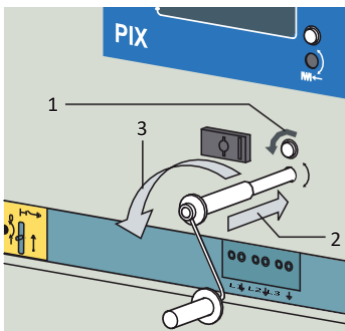
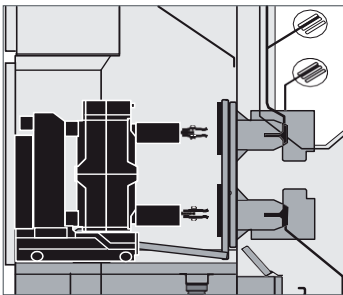

Fig. 10.25
Fig. 10.26
- Ouvrir le recouvrement (Fig. 10.25, 1) et enficher la manivelle (2).
- Tourner la manivelle dans le sens inverse des aiguilles d'une montre (3) jusqu'à ce que le tiroir soit débroché. Retirer la manivelle.
- Vérifier la position du tiroir (Fig. 10.26) par le hublot.